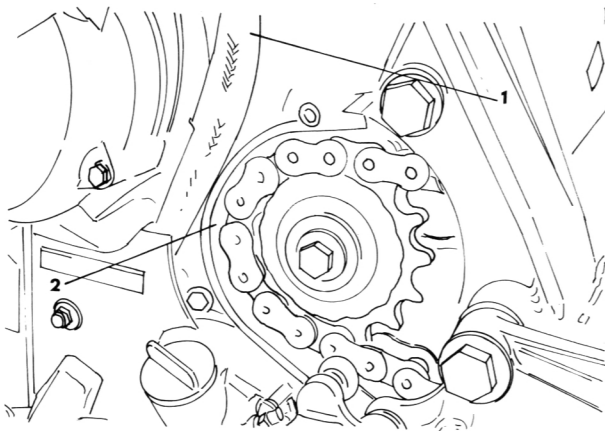

Bild 209
- Das Anlassermotor-Massekabel (1) abnehmen und die Dichtung (2) des Antriebskettenraddeckels entfernen (Bild 209).